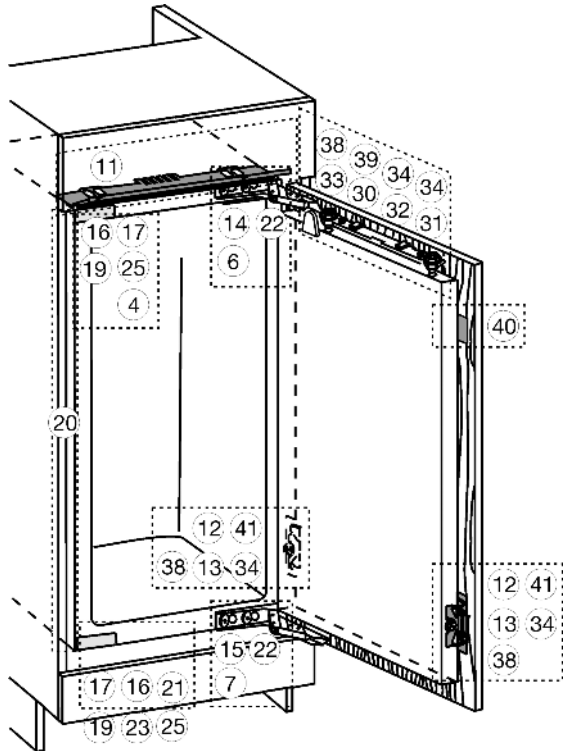
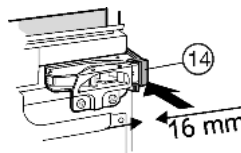
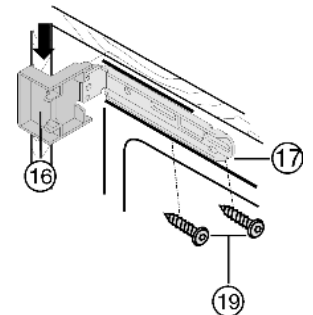
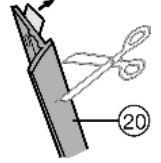

Fig. 10
Fig. 14
Fig. 15
Fig. 16
- ▶ Zdjąć Fig. 10 (4,6,7) osłonę.
- ▶ Założyć element dystansowy Fig. 14 (14) i element dystansowy Fig. 10 (15) na zawiasy.
- ▶ Założyć osłonkę Fig. 15 (16) u góry i na dole na kątownik mocujący Fig. 15 (17).
- ▶ Zamocować kątownik mocujący Fig. 15 (17) u góry za pomocą śrub Fig. 15 (19) i na dole za pomocą śrub Fig. 10 (19) tak, żeby można go było jeszcze poruszać trochę w lewo i prawo.
- ▶ Zdjąć folie ochronne z listwy maskującej Fig. 16 (20).
- ▶ Założyć listwę maskującą Fig. 16 (20) od strony uchwytu i na równi z frontem na nosku osłonki Fig. 15 (16) i przykleić do ściany bocznej urządzenia.
- ▶ W razie potrzeby skrócić listwę maskującą Fig. 16 (20) od dołu: Listwa maskująca Fig. 16 (20) musi się kończyć 3 mm nad górną krawędzią dolnego kątownika mocującego Fig. 10 (17).
- ▶ Wsuwać urządzenie, aż osłonki Fig. 15 (16) zetkną Fig. 15 się z boczną ścianą mebla.
- ▶ uwzględnić wymiar montażowy (głębokość części przylgowych drzwi): Zawiasy i osłonki Fig. 15 (16) powinny wystawać o wymiar montażowy.
- ▶ Regulując nóżki urządzenia za pomocą dołączonego klucza płaskiego Fig. 10 (21) wypoziomować urządzenie.